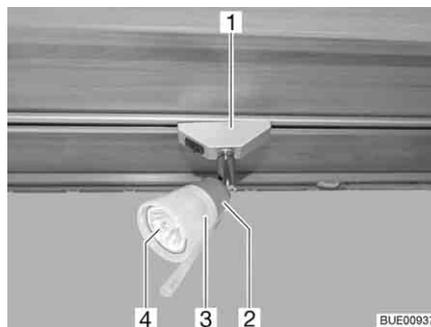

Bild 277 Halogenspotleuchte (verschiebbar)
- Halogenspotleuchte (Bild 277,1) um 90° drehen und aus der Schiene nehmen.
- Lampenschirm (Bild 277,3) entgegen dem Uhrzeigersinn drehen.
- Lampenschirm mit Halogenglühlampe (Bild 277,4) vorsichtig von der Fassung (Bild 277,2) abziehen.